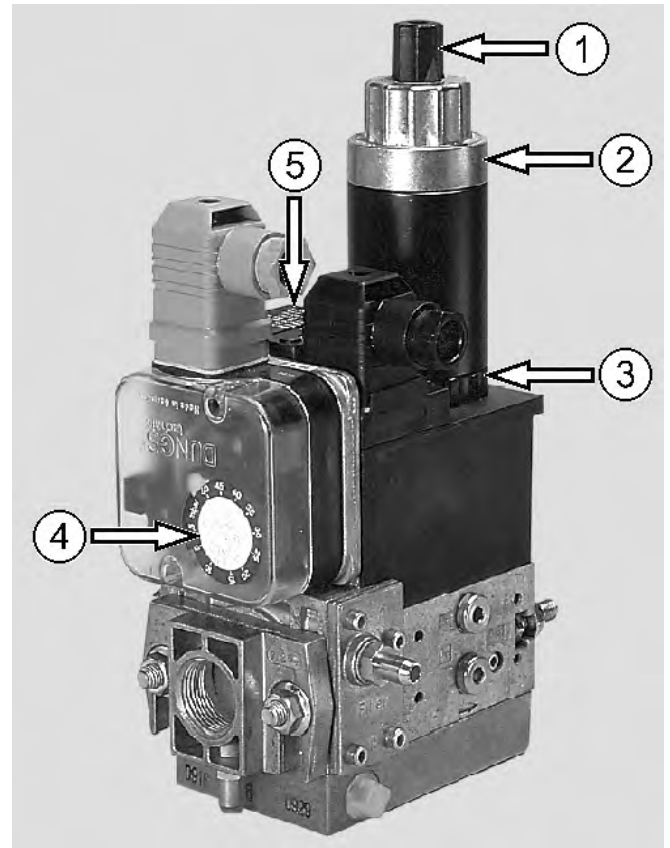

Abb. 8: Gasarmatur, zweistufig
Die Einstellung und Inbetriebnahme darf nur durch einen Fachmann vorgenommen werden. Es sind folgende Hinweise bei der Einstellung des Gasdurchsatzes an der Gasarmatur (s. Abb. 8) zu beachten:
- 2. Magnetventil Kl. A, langsam öffnend, schnell schließend, mit Einstellmöglichkeit für Startgasmenge, Stufe 1 und Stufe 2 (Gasarmatur, zweistufig, s. Abb. 8)